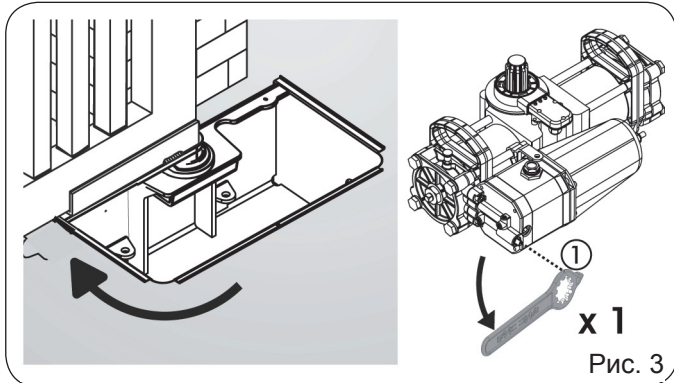

Рис. 3
- 2) Следуя инструкциям в пункте 7.1, разблокируйте мотор с помощью ключа (Рис. 3, позиция 1).